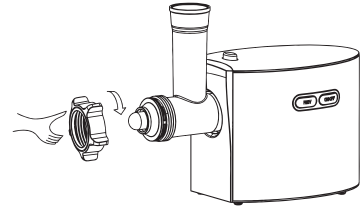

Рис. 8
7.3.2 Зафиксировать конструкцию с помощью фиксирующего кольца, как указано на рис. 8. Не затягивайте кольцо слишком туго.